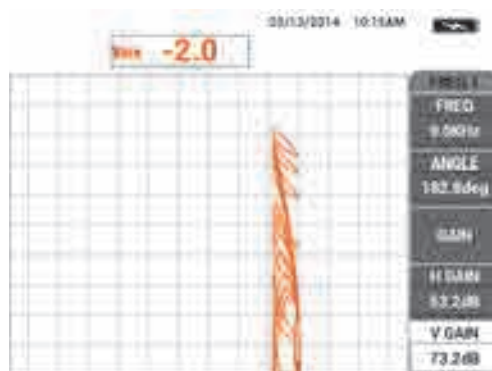

Рис. 5-127 Настройка значения V GAIN
25. Продолжая двигать ПЭП, увеличьте вертикальное усиление **V GAIN** (клавиша E) так, чтобы смешанный сигнал разместился в первом вертикальном делении над нулевой точкой (см. Рис. 5-127 на стр. 222).